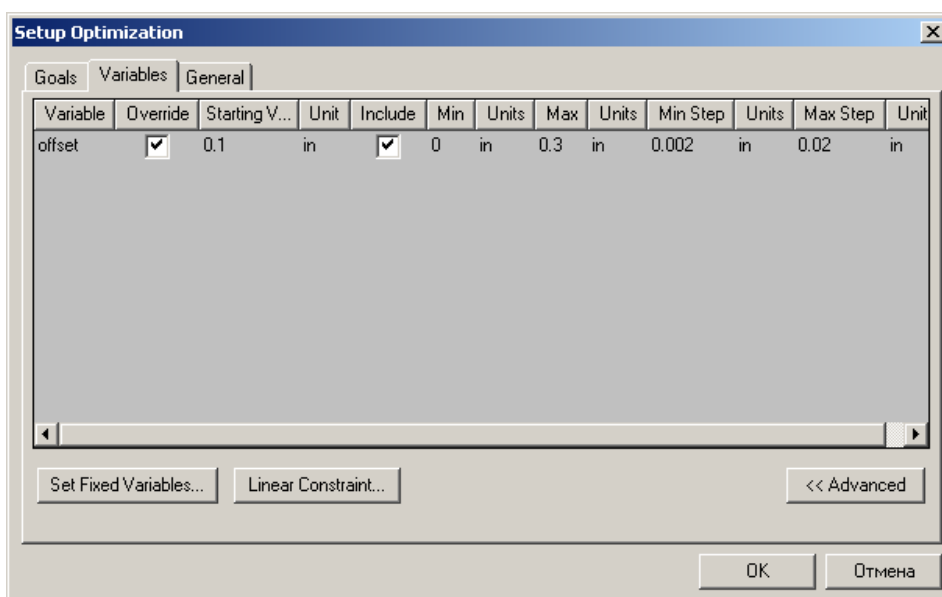

Рис. 7.16. Установка переменной *offset*, изменяемой в диапазоне от 0 до 0.3 in (дюйм)
1. Нажмите закладку **Variables** (рис. 7.16).